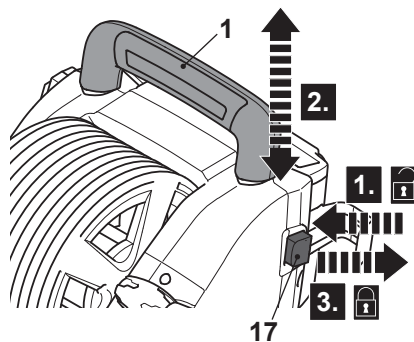

Fig. 18
1. Apăsați butonul de blocare (17) pentru a debloca mânerul de transport (1) (Fig. 18, pasul 1).
2. Mutați mânerul de transport (1) în poziția dorită (poziția înaltă / joasă) (pasul 2).